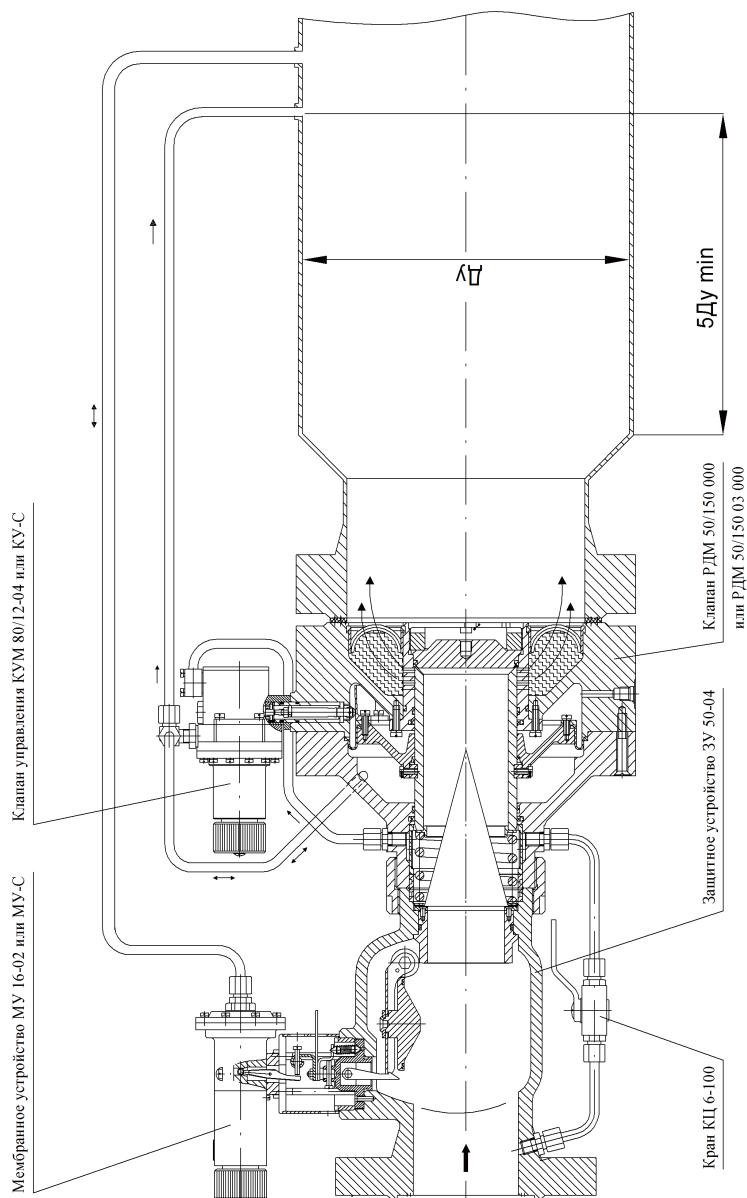

Рисунок 5 – Схема включения регулятора РДМ 50/150-К04
- Отбор импульсного давления для клапана управления и мембранных устройств производится на прямом участке выходного трубопровода на расстоянии не менее 5Ду (см. рисунок 5) от выходного фланца регулятора. Диаметр выходного трубопровода необходимо выбирать таким, чтобы скорость газа не превышала 20 м/с. Присоединение импульсной трубы (труба 8x1 медная или стальная) к регулятору по ГОСТ 24074-80 (соединения с врезающимся кольцом).